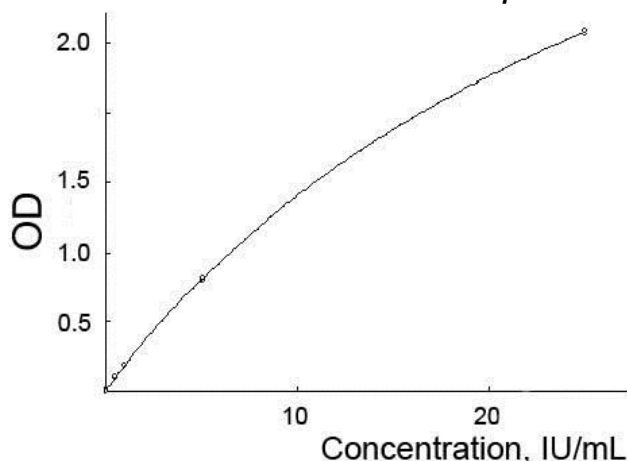
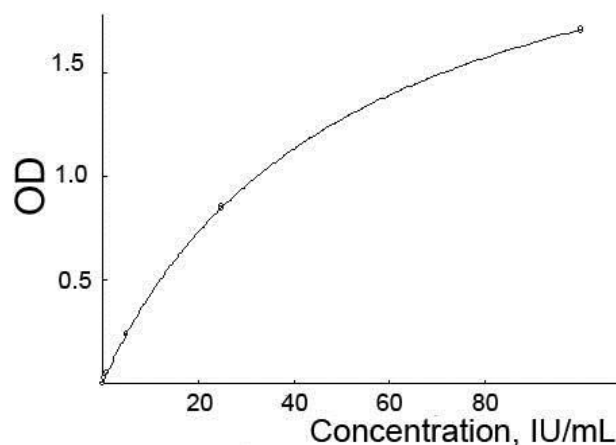

Figura 2A. Tipico esempio di curva standard a 450 nm
Figura 2B. Tipico esempio di curva standard a 405 nm
Per tracciare la curva n° 1 (vedere Figura 2A), utilizzare i risultati di misurazione dei calibratori 0...3 alla lunghezza d'onda di 450 nm; per tracciare la curva n° 2 (vedere Figura 2B), utilizzare i risultati di misurazione dei calibratori 0...5 alla lunghezza d'onda di 405 nm.
- Utilizzare la curva standard n° 1 (si veda la Figura 2A) se le DO del campione (a 450 nm) un minore o uguale al Cal 3;
- Utilizzare la curva standard n° 2 (si veda la Figura 2B) se le DO del campione (a 405 nm) sono superiori a Cal 3.